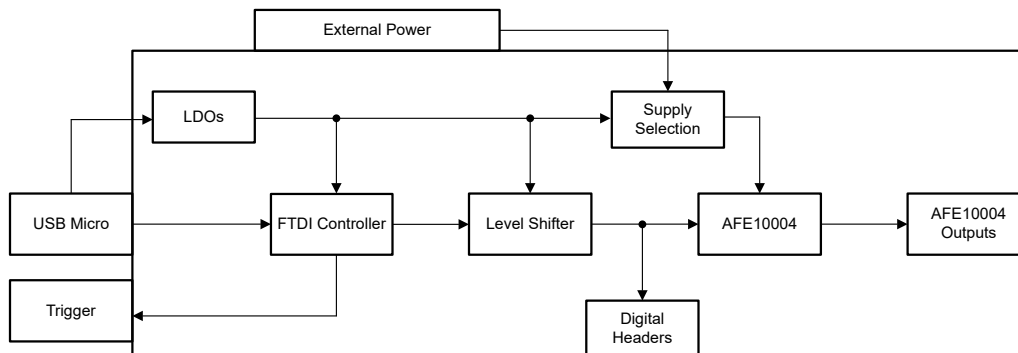

图 1-1. 工作原理方框图
AFE10004EVM 使用 EVM 随附的 USB 电缆连接到个人电脑 (PC)。该 EVM 板具有适用于所有通信线路、DAC 输出、数字引脚和电源的连接器和测试点。图 1-1 展示了 AFE10004EVM 的方框图。